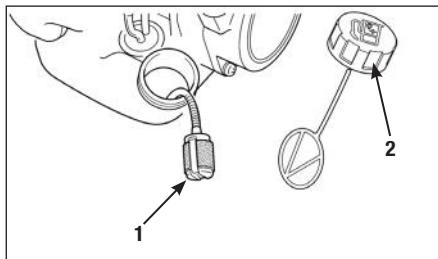

Рис. 18 Обслуживание
3. Зацепите крючком топливный шланг с фильтром и вытяните через заливную горловину (Рис. 18).